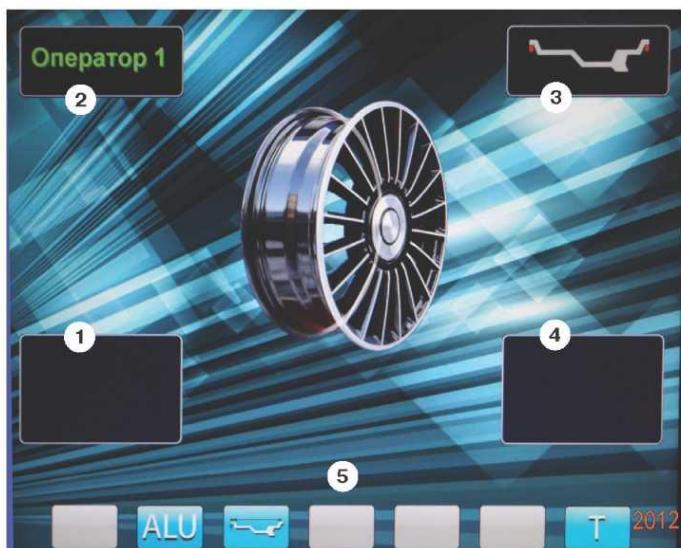

рис.8.2.
8.3. После включения питания СБ на экране монитора отображается фирменная заставка, которая через несколько секунд сменяется отображением экрана основного рабочего режима (рис. 8.2).
Для выбора схем расположения грузов в программах ALU1-ALU5 необходимо, находясь в режиме основного рабочего экрана, нажать кнопку «ALU», при этом открывается окно схем установки грузов, отмеченных номерами рис11.3. Если после введения размеров колеса установленся экран ввода геометрических параметров, необходимо перейти в экран основного рабочего режима нажатием кнопки «STOP». Для выбора нужной схемы нажмите кнопку верхнего ряда клавиатуры с соответствующим номером. Выбранная схема установки грузов отображается в окне 3 экрана основного рабочего режима (рис. 8.2).
12.2. При включении СБ программа измерения дисбаланса настраивается таким образом, что дисбаланс менее 8 г ( заводская установка) на любой плоскости коррекции не показывается, в этом случае в окнах 1 и 4 (рис. 8.2) высвечиваются «OK». Минимальный дисбаланс отображающийся в окнах 1 и 4 равен 8 г. Дисбаланс, превышающий 8г,
12.3.4. Для проверки результатов балансировки снова запустите СБ. Если колесо отбалансировано правильно, на индикаторах 1 и 4 (рис. 8.2.) отображаются символы «OK».